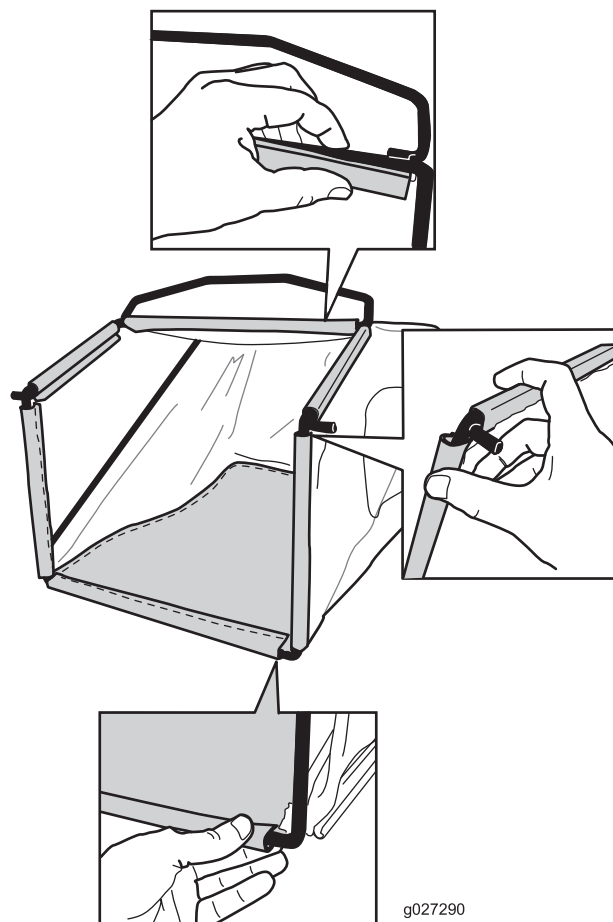

Figuur 9
- Schuif de grasvanger over het frame; zie Figuur 9.
Opmerking: Schuif de grasvanger niet over de handgreep (Figuur 9).